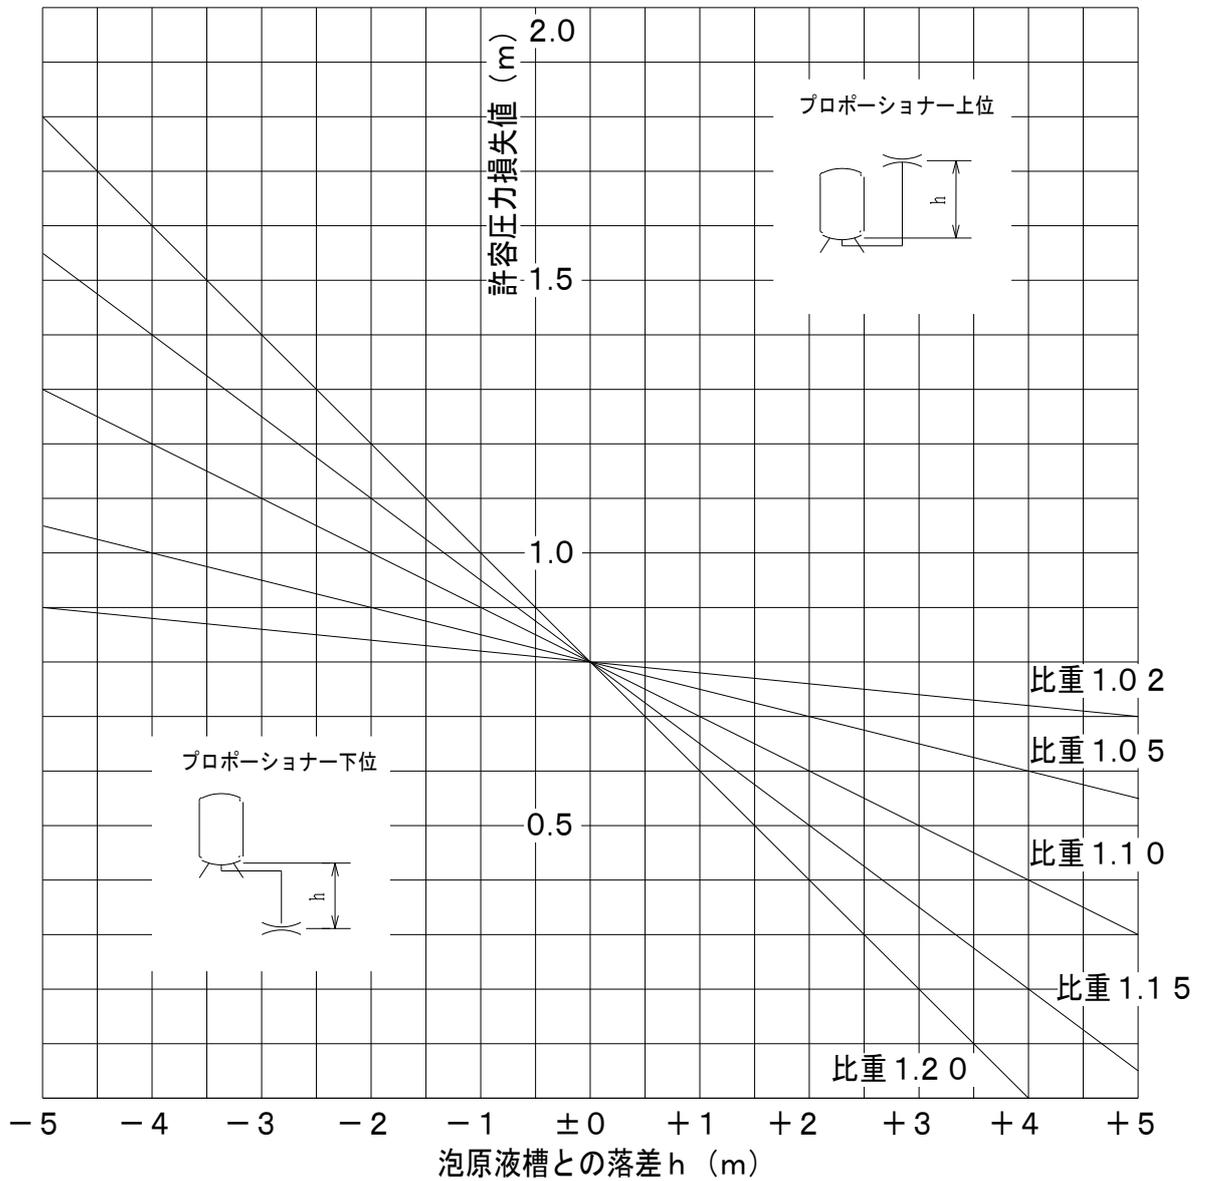

図 1. 最小流量時の泡消火薬剤配管の許容圧力損失
- ② 図 1 により、泡消火薬剤の種類および泡原液槽とプロポーショナーの落差から、最小流量時の配管の許容圧力損失値を求めます。
『図 1. 最小流量時の泡消火薬剤配管の許容圧力損失』
最小流量時の泡消火薬剤配管の許容圧力損失は、使用する泡消火薬剤の比重によって決まります。図 1 および下例を参考に求めてください。なお、泡消火薬剤の比重は下表にて確認してください。